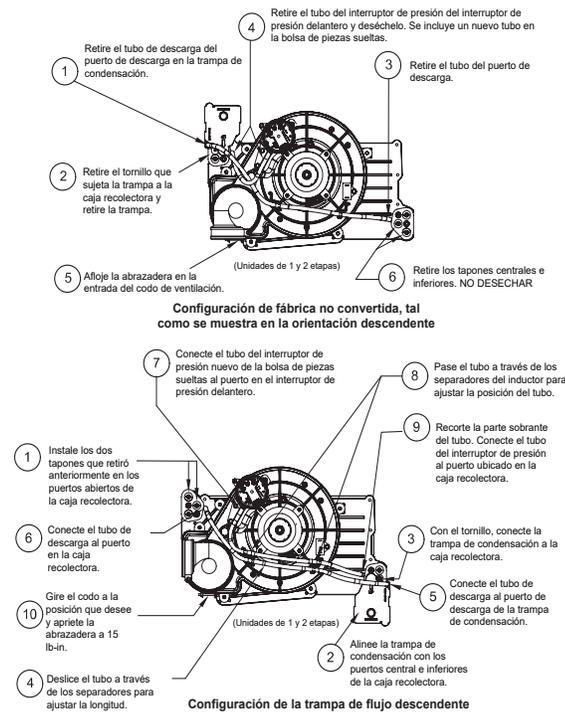

Fig. 9 – Configuración de la trampa de flujo descendente (La apariencia puede variar)
Cuando el calefactor se instala en posición de flujo descendente, en un principio la trampa de condensación se encontrará, de fábrica, en la esquina superior izquierda de la caja recolectora. Consulte la imagen superior en la Fig. 9. En este caso, la trampa de condensación debe cambiarse de lugar para que la condensación drene adecuadamente. Consulte la imagen inferior en la Fig. 9.
- La Fig. 9 muestra la trampa de condensación y las tuberías antes y después del cambio de ubicación. Consulte la Fig. 9 para comenzar la conversión de la trampa.